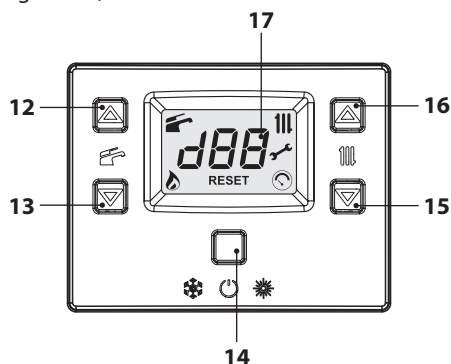

Figura 2.5
- Tenere premuto per 2 secondi il tasto 14 fino a far apparire sul display il simbolo  (Figura 2.5).
La temperatura dell'acqua calda di mandata riscaldamento è regolabile agendo sui tasti 15 (diminuzione) e 16 (aumento) (Figura 2.5) da un minimo di circa 40°C ad un massimo di circa 85°C. Alla prima pressione di uno dei due tasti si ha la visualizzazione del valore di "set", alla seconda pressione si accede alla modifica. Segnalazione data dal display LCD:
Comunque se la temperatura ambiente non dovesse essere confortevole si può aumentare o diminuire la temperatura di mandata dell'impianto riscaldamento di  $\pm 15^\circ\text{C}$  agendo sui tasti 15 (diminuzione) e 16 (aumento) (Figura 2.5).